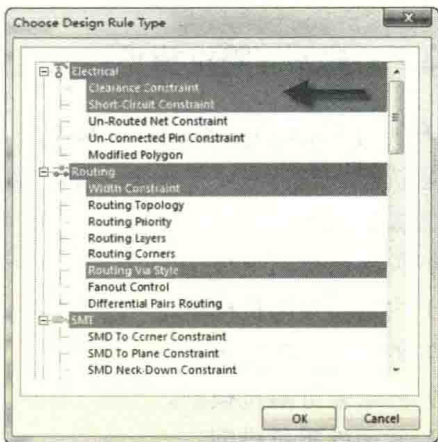

图 9-47 导出规则项的选择
- (2) 在弹出的窗口中选择需要导出的规则项，按住“Ctrl”键并单击可以多选，也可以全选，如图 9-47 所示。一般进行全选导出，简单方便。